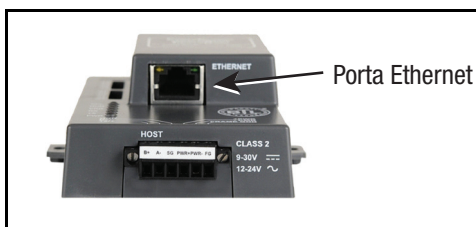

Figura A-1. Localização da porta Ethernet
- Certifique-se de que o FieldServer Toolbox esteja carregado no computador local. Caso contrário, baixe o FieldServer Toolbox.zip no Download de Softwares da Central de Recursos da Sierra Monitor. Consulte Figura A-1.